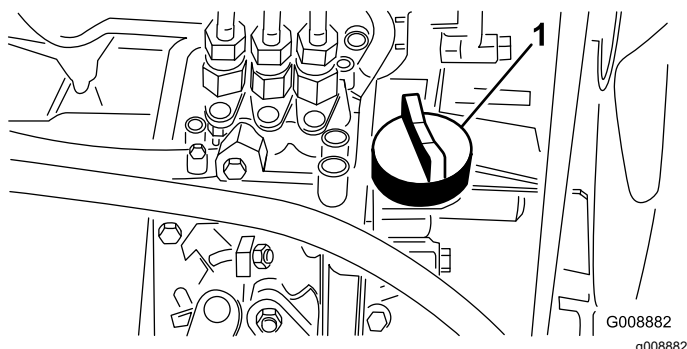

图 28
- 如果油位较低请取下加油盖 (图 28) 缓慢添加少量机油不时检查油位直至油位达到量油尺上的“已满”标记。